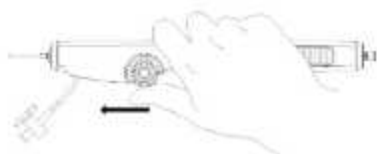

Figura 3 Despliegue del stent mientras el dial de sintonización
D. Inicie el despliegue del stent girando el dial de ajuste con el pulgar en la dirección de la flecha mientras sostiene el mango en una posición fija [Figura 3].